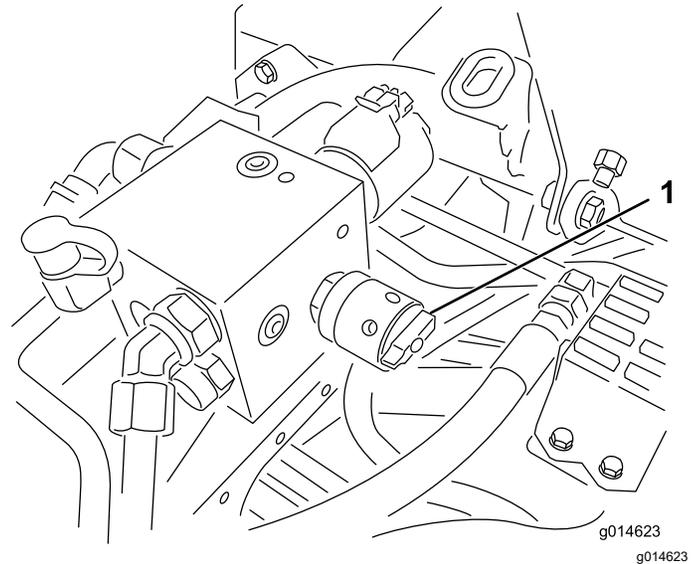

Figura 53
6. Rode o controlo da velocidade dos cilindros para a posição 1 (Figura 53).
4. Ajuste a velocidade dos cilindros, rodando o manípulo (Figura 53) até que as setas indicadoras fiquem alinhadas com o número que determinou no passo 3.